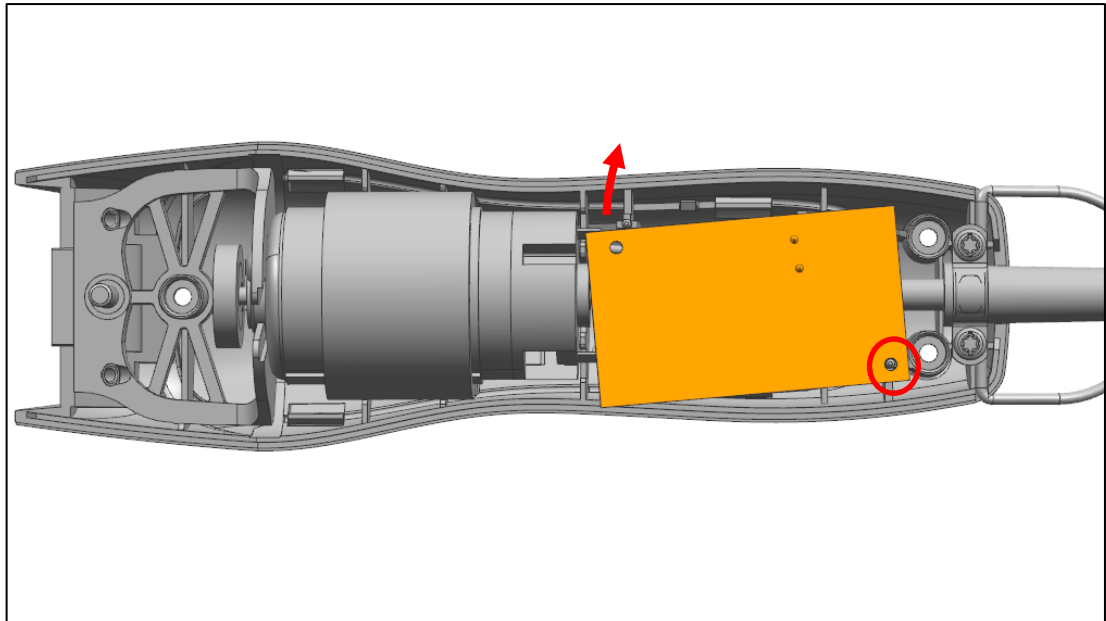

Abb. 38
- c) Stecken Sie die Platine zuerst auf den hinteren Dom im Gehäuseunterteil. Schwenken Sie diese dann ein, um die Platine auf dem zweiten Dom zu fixieren (Abb. 38).